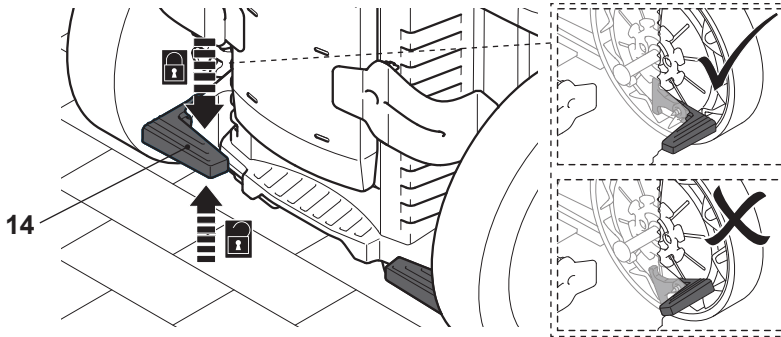

Fig. 21
1. Baje el pedal de freno (14) para bloquear la rueda trasera. Mueva ligeramente la rueda para asegurarse de que la palanca de freno esté bien conectada. (Fig. 21).